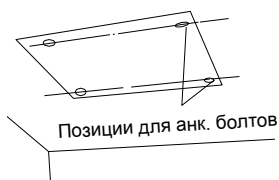

Рис. 4.4
- (1) Используя монтажный шаблон, просверлите четыре отверстия для анкерных болтов. (Рис. 4.4)